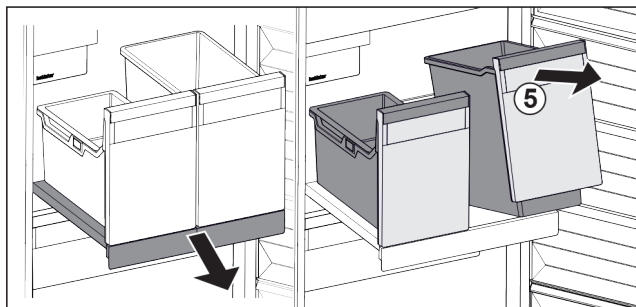

Fig. 33
- Nadvihnite nádobu Fig. 33 (5) vpredu.